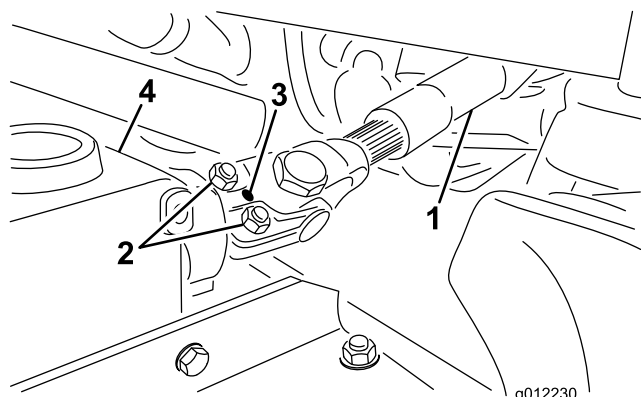

図 5
1. オスの PTO シャフトとメスの PTO シャフトを接続する（図 5）。ギア・ケースの入力シャフトの取り付け穴と PTO シャフト穴とを整列させて相互に接続する。
2. ロール・ピンで固定する（図 5）。
3. ボルトとナットを締めつける（図 5）。